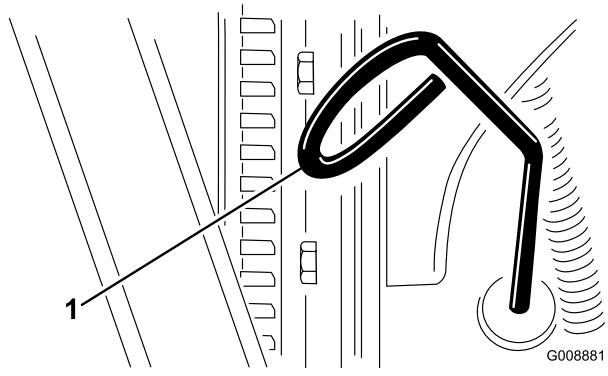

Figura 35
2. Retire la varilla (Figura 35) y límpielo con un paño limpio.